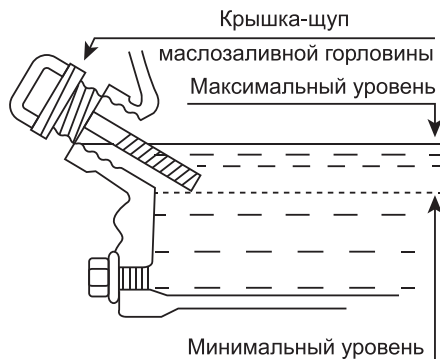

Рис. 6 Проверка уровня масла в картере
5. Аккуратно вытащите щуп и осмотрите его. Уровень масла должен соответствовать верхней отметке на щупе (Рис. 6).
Максимальный уровень масла в картере соответствует нижней кромке маслозаливной горловины (Рис. 6).
верстия (Рис. 6). После окончательной проверки, плотно закрутите крышку-щуп.